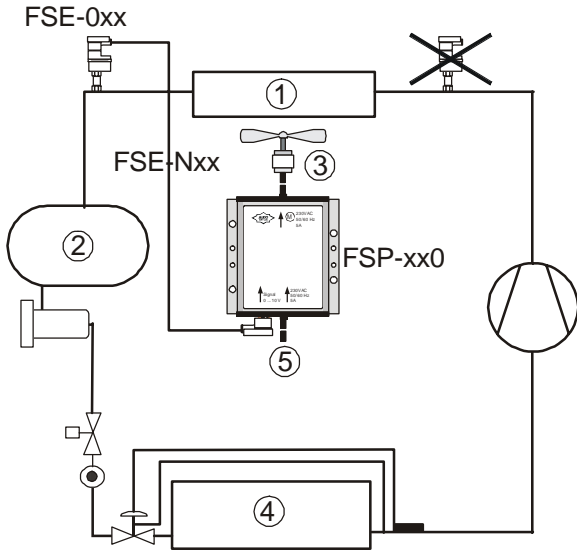

Fig.1
См. Рис. 1 – после конденсатора (1) перед ресивером (2), предпочтительное положение - вниз соединением по давлению. (3) = вентилятор, (4) = испаритель, (5) = основное электропитание,
see Fig. 1 after condenser (1) before accumulator (2), preferred with pressure connection down. (3) = fan, (4) = evaporator, (5) = mains power supply,